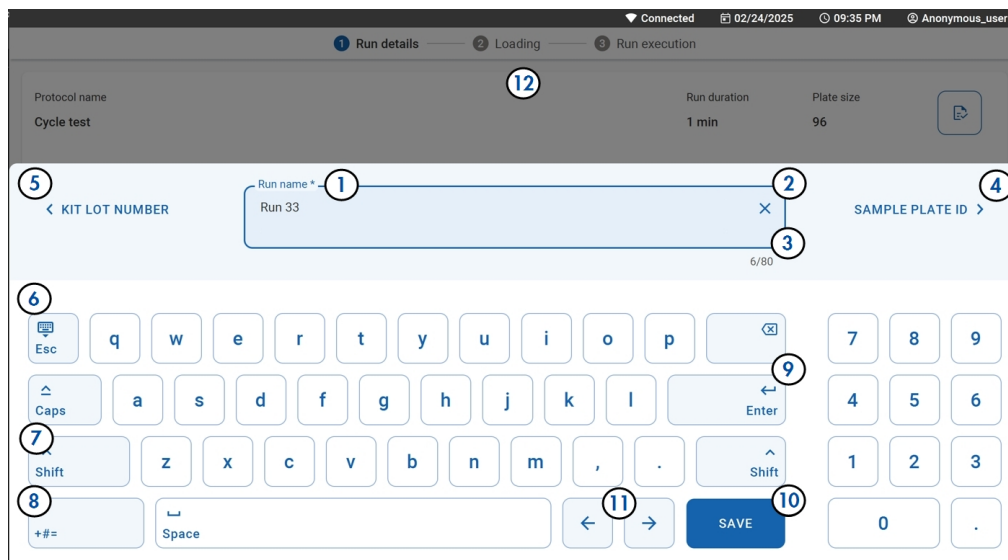

Figura 21. Teclado en pantalla
2. Antes de encender el instrumento, conecte el adaptador Wi-Fi en uno de los tres puertos USB situados en la parte delantera del instrumento (véase la Figura 21).
Al seleccionar un campo de entrada, se muestra automáticamente el teclado en pantalla (Figura 21).